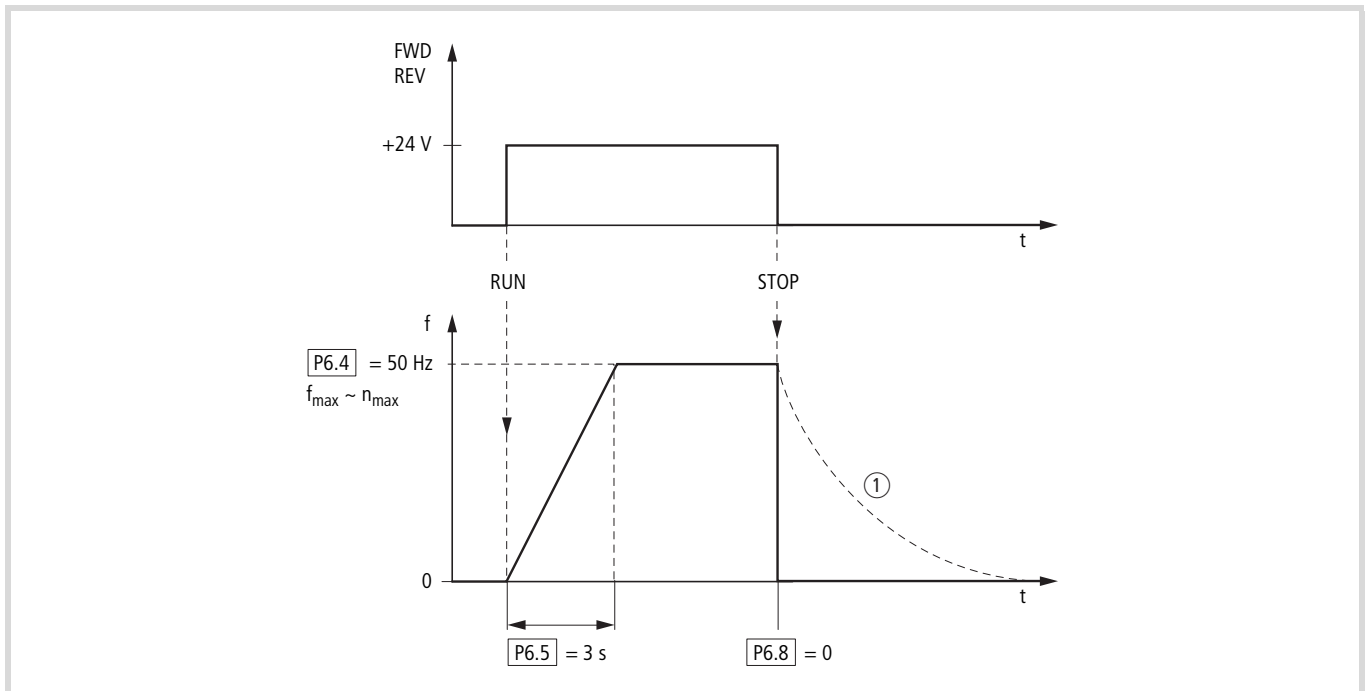

Figura 59: Comando di avvio/arresto alla massima tensione di riferimento, rampa di accelerazione 3 s
La figura 59 a pagina 61 riporta un esempio dell'andamento nel caso in cui il segnale di abilitazione (FWD/REV) viene collegato e la tensione di riferimento massima (+10 V) è presente. La velocità di rotazione del motore segue la frequenza d'uscita, sulla base del momento di carico e di inerzia (slittamento), da zero a  $n_{max}$ .
Se durante il funzionamento il segnale di abilitazione (FWD, REV) viene disinserito, l'invertitore viene bloccato immediatamente (STOP) e la frequenza di uscita viene impostata a zero. Il motore si ferma senza essere guidato (vedere ① in figura 59, pagina 61).